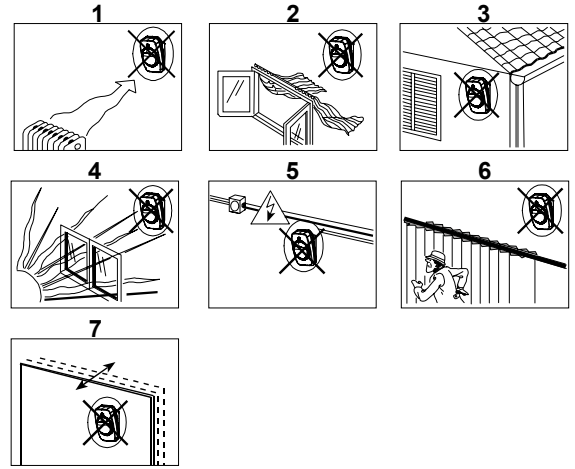

Fig. 3 - General Guidelines / Consejos generales / Conselhos gerais
3.1 Conselhos gerais (veja fig. 3)